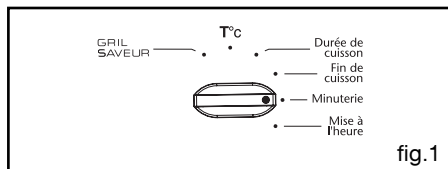

fig.1
- positionnez le sélecteur de programme sur la position "minuterie" (fig.1). Le symbole minuterie ⌚ → 0.00 et un petit sablier clignotent.